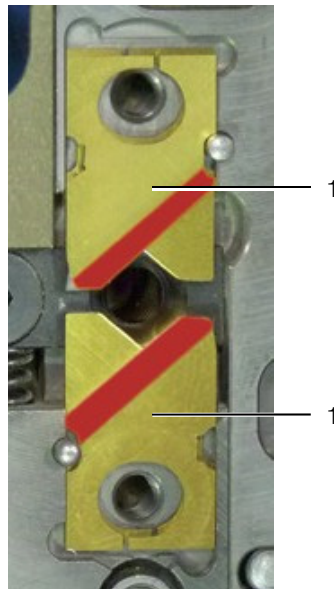

Fig. 26: Inserimento delle lame
- Montare ciascuna coppia di lame in modo che i bordi smussati (contrassegnati in rosso nella fig. 26) siano rivolti verso l'esterno.